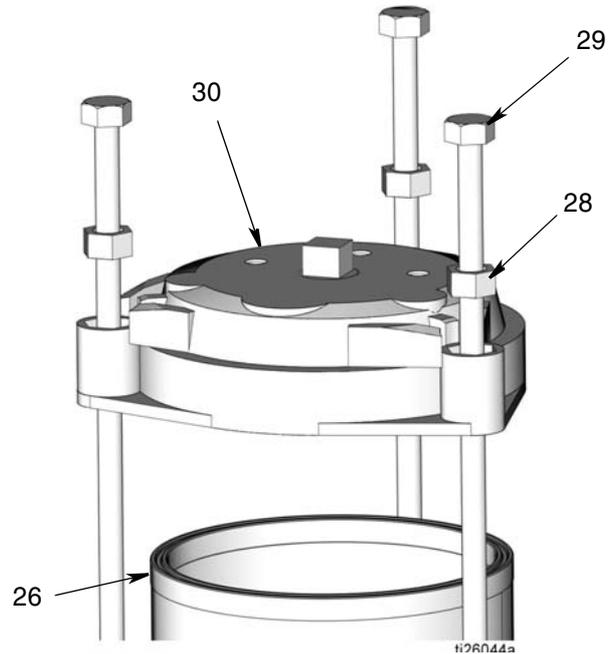

FIG. 58
13. Monte la tapa (30) encima de la junta del depósito (26).
14. Monte los separadores (28) y las varillas de conexión (29) (FIG. 58).